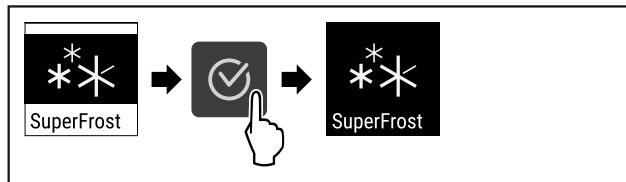

Fig. 65
- Провести етапи операцій (див. Fig. 65) .